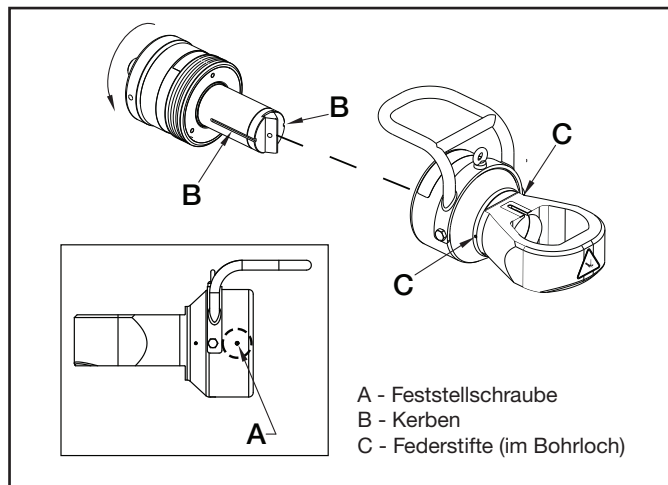

Abb. 3, Zusammenbau von Zylinder und Schneidkopf
2. Lösen Sie die Kunststoff-Feststellschraube (Abb. 3, Punkt A) an der Schafthülse des Schneidkopfes.
3. Stecken Sie den Zylinder in den Kopf und richten Sie dabei die axialen Schlitz im Messerhalter (Abb. 3, Punkt B) mit den Federstiften (Abb. 3, Punkt C) im Bohrloch des Schneidkopfes aus. Drehen Sie den Zylinder nach der Ausrichtung in die dargestellte Richtung, um die Schraubengewinde einzurasten.
3. Falls festgezogen, lösen Sie die Kunststoff-Feststellschraube unter der Schafthülse des Schneidkopfes. Siehe Abb. 3, Punkt A.
3. Falls festgezogen, lösen Sie die Kunststoff-Feststellschraube im Schafthülseenteil des Schneidkopfes. Siehe Abb. 3, Punkt A.